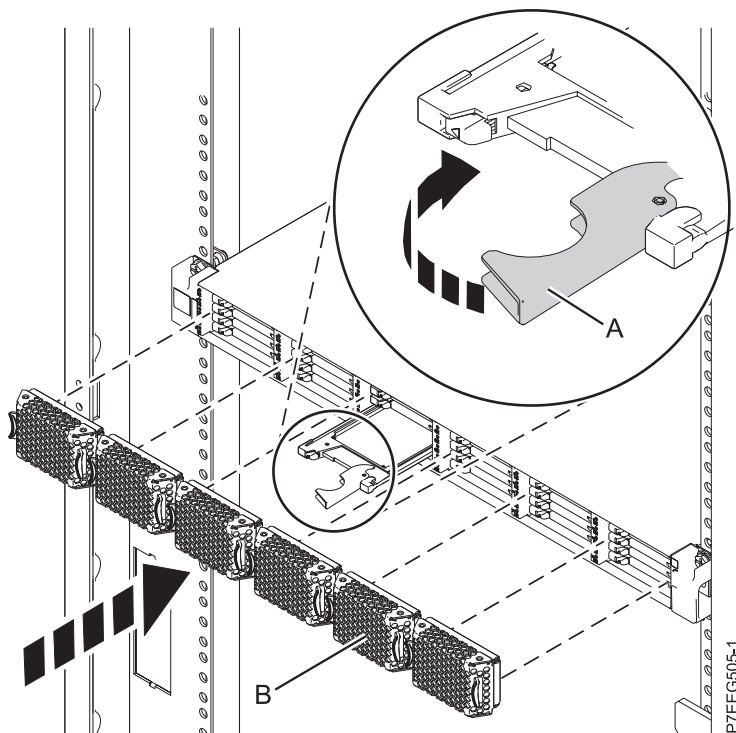

Figura 44. Sustitución de una unidad de estado sólido en Alojamiento de almacenamiento PCIe de EDR1.
4. Cuando el LED de identificación de la unidad de estado sólido se encienda de manera fija, deslice la unidad de estado sólido hasta el fondo de Alojamiento de almacenamiento PCIe de EDR1 y asegúrese de que queda totalmente encajada. A continuación, gire el asa (A) hasta la posición de bloqueo. Consulte Figura 44 en la página 74.
6. Instale la placa frontal (B).